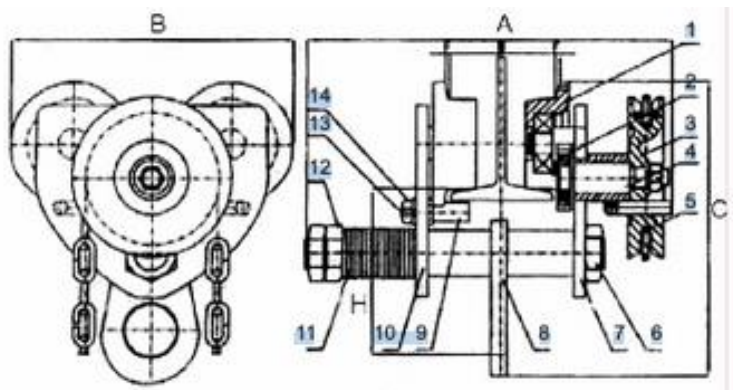

Рисунок 1. Габаритные размеры тележка приводная для тали тип В.
Тележка с приводом (см. рисунок. 1) состоит из левой пластины (10), правой пластины (7), подвешного штифта (6), подвесной пластины (8), ручного колеса (3), вала (4) и т.п.
- При монтаже тележки количество регулировочных шайб с внутренней и внешней стороны пластины должно быть одинаковым. С целью правильной установки внешнего зазора F между колесным фланцем и двутавровой балкой количество регулировочных шайб с внутренней стороны пластины в случае необходимости может быть увеличено или уменьшено на единицу (см. рисунок 1).
- После монтажа тележки на двутавровой балке, подтяните гайки (12) на подвесном штифте (6) и проверьте работоспособность тележки при малой нагрузке. При хорошем контакте колес с двутавровой балкой затяните стопорные гайки. При затяжке гаек соблюдайте осторожность.
- После монтажа тележки с приводом на двутавровой балке (см. рисунок 1) необходимо выставить зазор F между вращающейся втулкой (9) и основанием двутавровой балки, для чего ослабьте гайку (14) и передвигайте ось (13) до установления требуемого согласно спецификации значения, после чего затяните гайку (14).